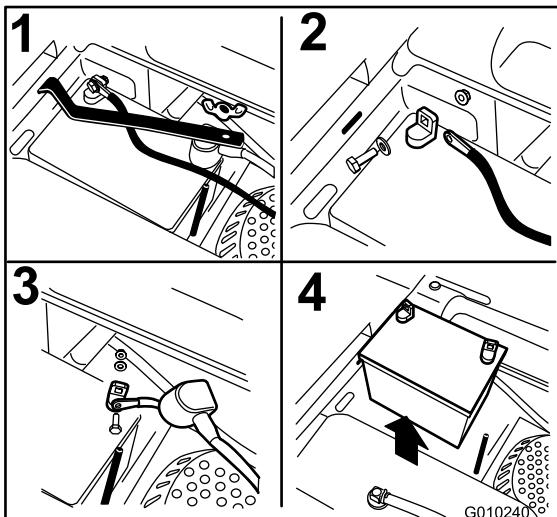

Bild 53
3. Nehmen Sie die Flügelmutter ab, mit denen die Batterieklemme befestigt ist (Bild 53).
4. Nehmen Sie die Klemme ab (Bild 53).
5. Klemmen Sie zunächst das Minuskabel (schwarz) vom Minuspol (-) (schwarz) der Batterie ab (Bild 53).
6. Schieben Sie die rote Polkappe vom Pluspol (rot) der Batterie ab, und klemmen Sie das Pluskabel (+) (rot) ab (Bild 53).
1. Setzen Sie die Batterie so in das Fach, dass die Klemmen auf der anderen Seite des Kraftstofftanks sind (Bild 53).
4. Befestigen Sie die Kabel mit zwei Schrauben, 2 Scheiben und 2 Sicherungsmuttern (Bild 53).
6. Setzen Sie die Klemme auf und befestigen Sie sie mit der Flügelmutter (Bild 53).